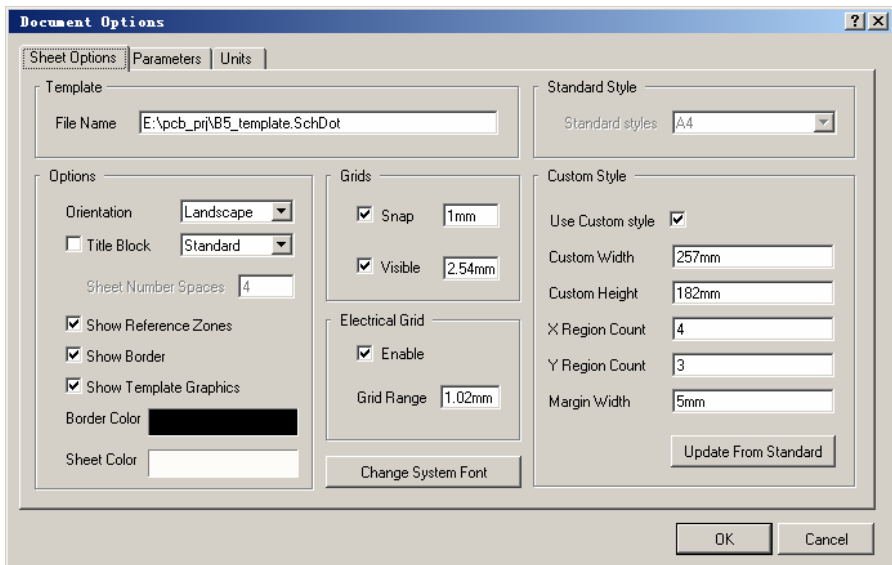

图 2.56 “Document Options”对话框
(2) 在原理图上任意位置单击鼠标右键，在弹出的菜单中选择“Options”->“Document Options”命令，打开如图 2.56 所示的“Document Options”对话框。